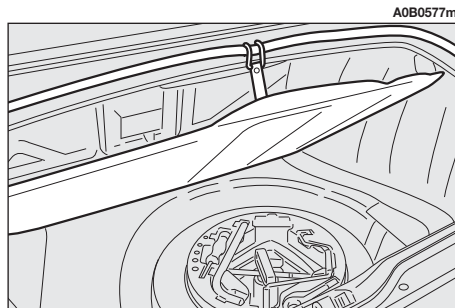

fig. 1a
– Sollevare il tappeto di rivestimento del bagagliaio ed agganciarlo come illustrato in **fig. 1a**.